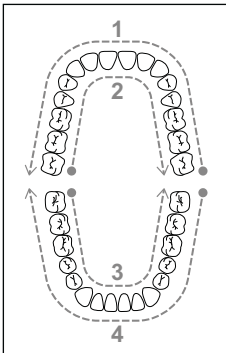

Fig. 10
- ◆ Du kan se rækkefølgen for rensningen på det følgende billede (se fig. 10). Tallene på billedet viser rækkefølgen for rensningen af områderne på tænderne: